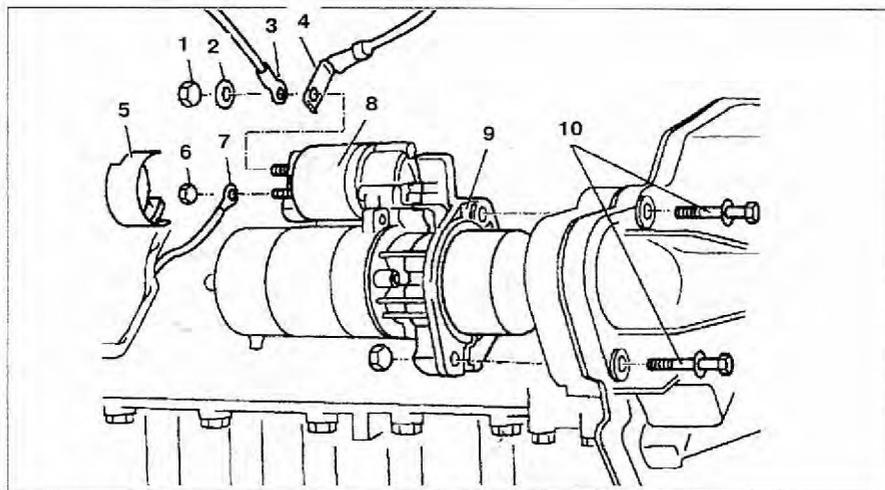

Рис. 2.86. Генератор:
3. Открутите гайку 7, снимите шайбу 6 и провод D+ 5 (рис. 2.86).